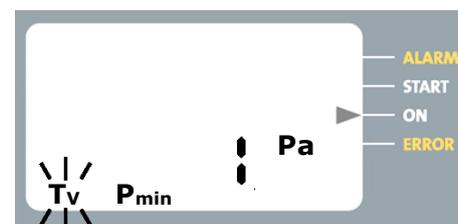

Abb. 25: Glättungszeit aktiv
1. Unterschreitet der gemessene Differenzdruck den eingestellten Differenzdruckgrenzwert (P_{min}) blinkt das Zeichen „ T_v “ (Abb. 25).